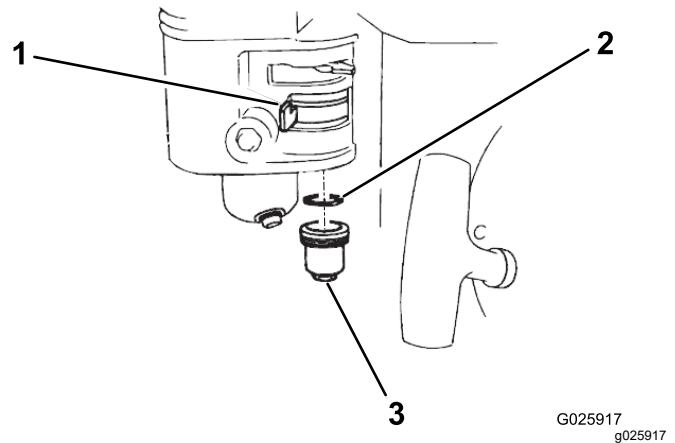

Figure 34
- Tournez le robinet d'arrivée de carburant en position FERMÉE (Figure 34).
- Déposez la cuvette de décantation de carburant et le joint torique (Figure 34).
- Placez le joint torique dans le robinet d'arrivée de carburant et reposez la cuvette de décantation (Figure 34). Serrez solidement la cuvette de décantation.